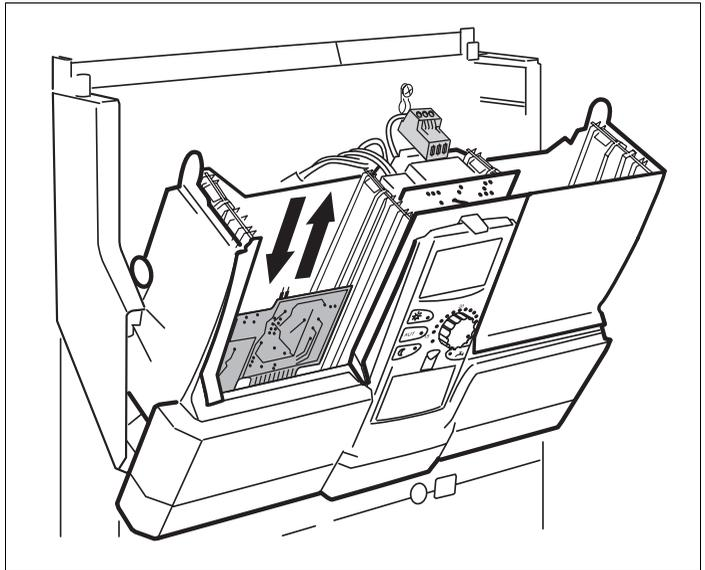

Fig. 11 Sostituzione del modulo FM 455
- Estrarre la scheda sottostante - il modulo FM 455 - (fig. 11).